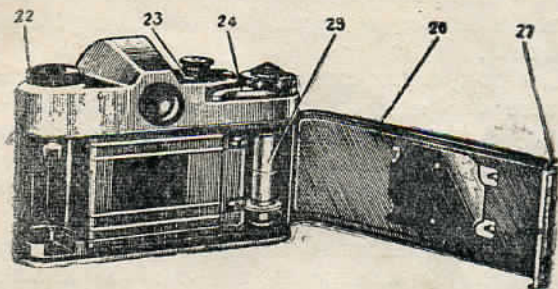

Рис. 3.
Поэтому при работе с этой лампой рукоятку синхронизации 23 нужно установить на знак «Х» (рис. 3).
1. Введите затвор, повернув до отказа взводный рычаг (рис. 3).